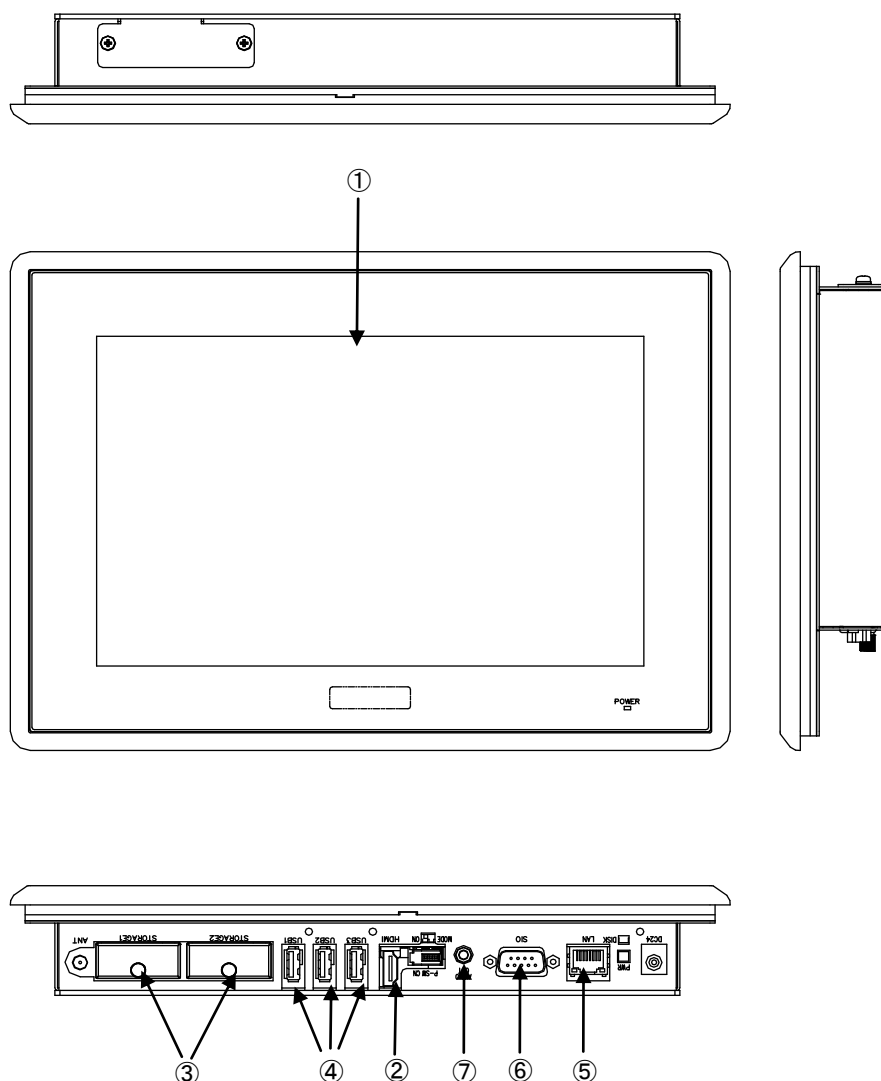

図 3-1-1. 外形図 (APL4-101BN)
APL シリーズの例として、APL4-101BN の外形図を図 3-1-1 に示します。各部名称を表 3-1-1 に示します。
COM1	SI01 (図 3-1-1 ⑥) アプリケーションでシリアル通信に使用できます。
ローカルエリア接続	LAN1 (図 3-1-1 ⑤): 1000BASE Ethernet